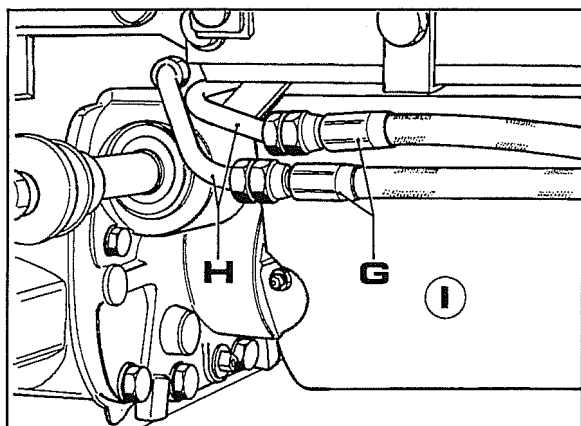

Fig. 16
16. Desligar os dois tubos **G** fig. 16. Colocar duas tampas nas extremidades dos tubos **H** para evitar que o óleo saia todas as vezes perdas se giram as rodas anteriores.